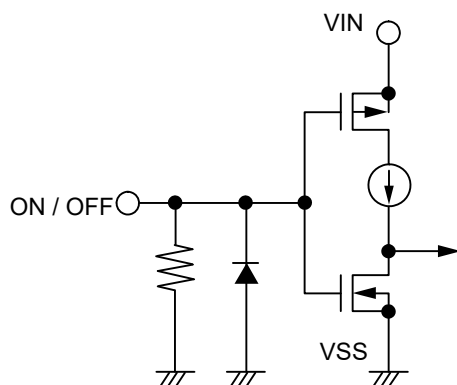

図15 S-19251シリーズA / C タイプ
ON / OFF端子は図15、図16の構成になっています。
*2. ON / OFF端子をVIN端子に接続した状態で動作させたときのS-19251シリーズA / Cタイプの消費電流は、プルダウン抵抗に流れ込む電流分だけ多く流れますので注意してください (図15参照)。